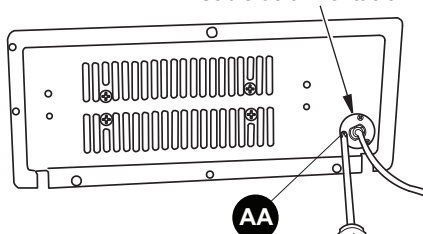

Figura 20 - Conexión del cable de alimentación al panel de acceso del soplador
3. Conecte el cable de alimentación a la parte exterior del panel de acceso del soplador con 3) M4.2X8 tornillos (AA) (consulte la figura 20).